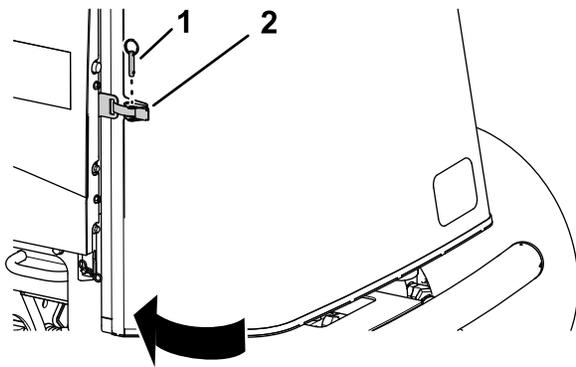

Figura 96
1. Cierre y enganche la rejilla (Figura 96).